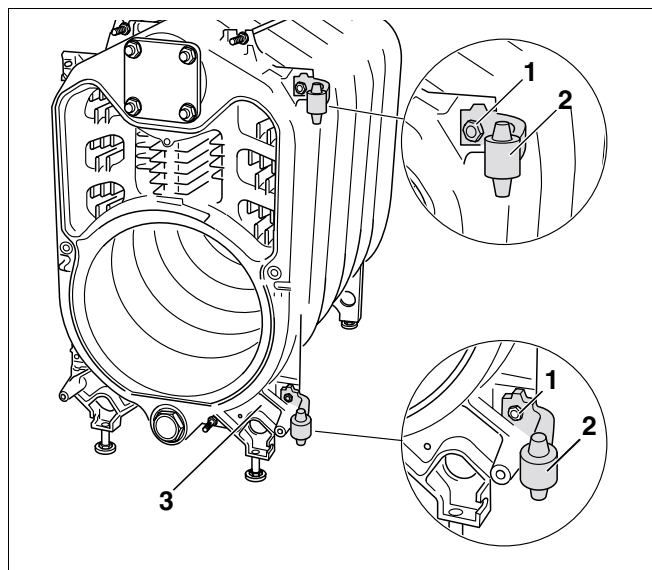

Fig. 37 Fixarea ușii cazanului (aici: pe partea dreaptă)
- Ambele elemente de fixare-balama (Fig. 37, **Poz. 2**) se fixează cu câte un șurub M 12 × 35 (Fig. 37, **Poz. 1**) la elementul frontal (Fig. 37, **Poz. 3**).